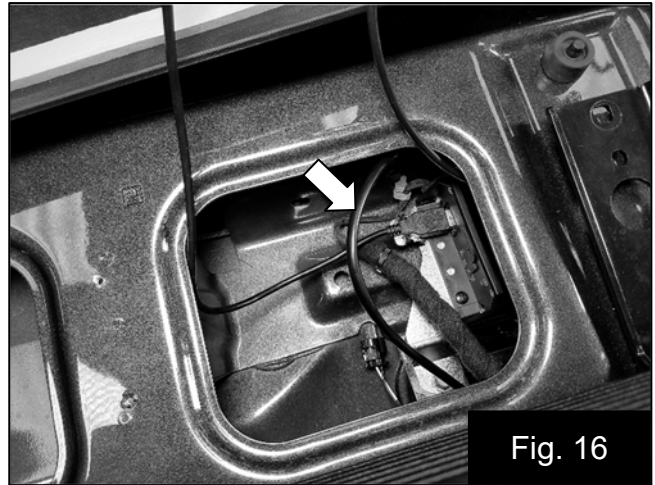

Fig. 16
27. Fixez le câble de contrôleur supplémentaire en place avec des attaches métalliques. Fig. 16
27. Fije el cable extra del controlador con amarras. Fig. 16